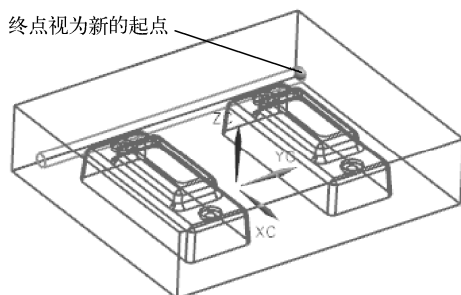

图 9-28 将终点视为新的起点
(6) 在对话框的【设置】选项组中,指定【通道直径】的值。
(7) 单击【应用】按钮,系统创建本段管道,同时自动将终点视为下一段管道的起点,这样就可以继续创建相连接的管道,如图 9-28 所示。